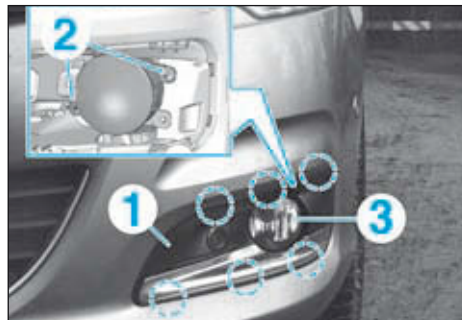

FIG.62
- Dégrafer et déposer la garniture (1) (Fig.62).
- Déposer les vis (2).
- Extraire, débrancher et déposer le projecteur antibrouillard (3).